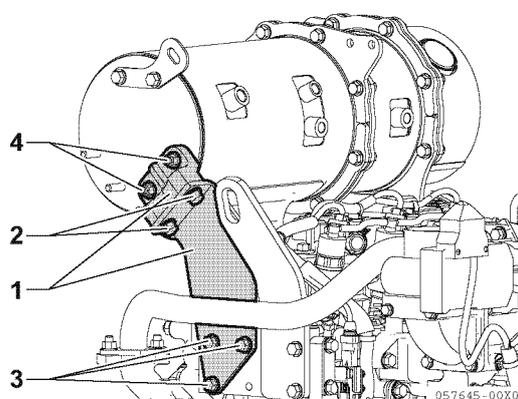

Figure 13-28
- Fixez ensuite l'unité FAP sur le renfort du FAP du côté du carter de volant moteur. Desserrez d'abord légèrement les boulons de fixation (2, Figure 13-28) du renfort du FAP (1, Figure 13-28) du côté du volant moteur à deux endroits afin qu'ils présentent un certain jeu. Serrez provisoirement les boulons de fixation (4, Figure 13-28) fixant l'unité FAP et le renfort. Puis serrez provisoirement les boulons de fixation du renfort du FAP (2 Figure 13-28) jusqu'à ce qu'il soit en place, puis serrez à fond les boulons de fixation du renfort du FAP (4, Figure 13-28). Enfin, serrez à fond les boulons de fixation du renfort du FAP (2, Figure 13-28).
*Remarque : En principe, il n'est pas nécessaire de desserrer les boulons de fixation (3, **Figure 13-28**) qui fixent le renfort du FAP sur le moteur, mais ajustez-les en fonction des conditions.*